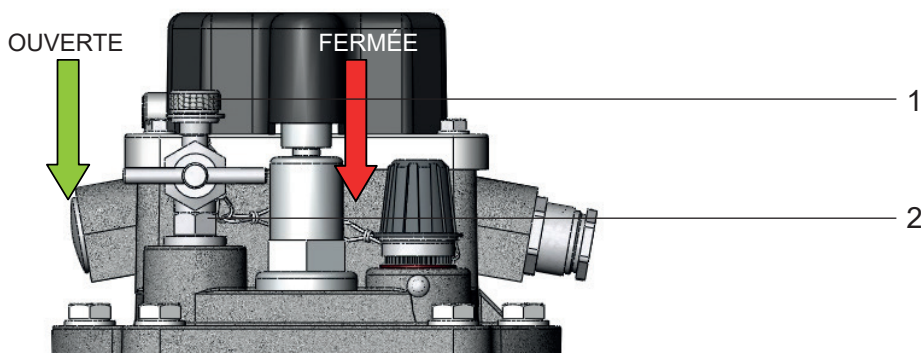

Figure 2 - Vanne d'essai
- Desserrer le petit écrou borgne (Fig. 2/ n° 1) de la vanne de purge d'air (Fig. 2/ n° 2)